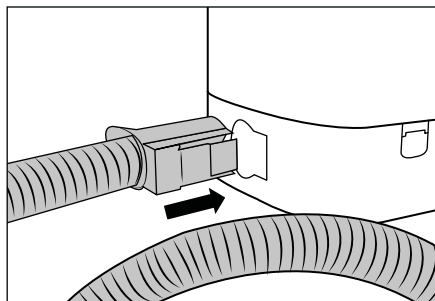

Fig. 2
- ◆ Sæt sprøjte-/sugeslangen 19 ind i sprøjte-/sugeslangetilslutningen 17 på produktet, indtil oplåsningsknappen 21 går i indgreb (se fig. 2).